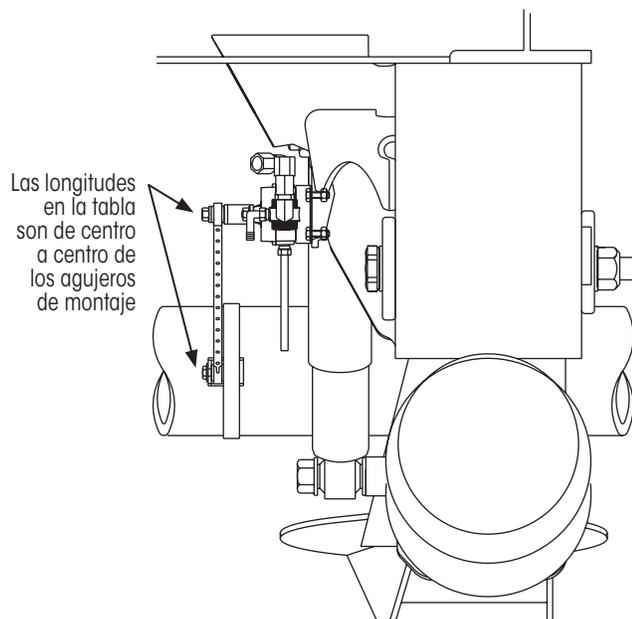

Figura 5: Puntos de medición de longitud para varilla de perfil bajo
1. **Ensamble** la varilla de la válvula de control de altura a la longitud especificada (Tabla 2). Las longitudes en la tabla son de centro a centro de los agujeros de montaje (Figura 5).